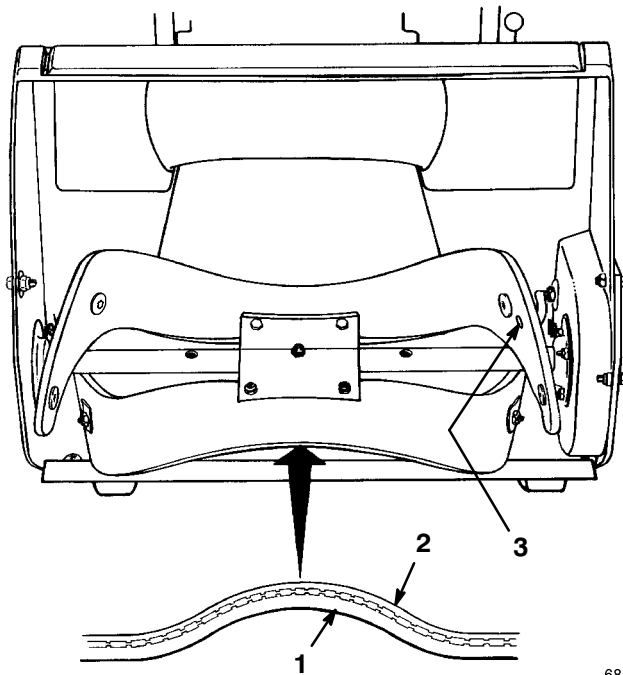

Figure 15
1. Examinez le bord de la pale neuve pour détecter la différence d'épaisseur (Fig. 15). Certaines pales portent un numéro de référence du côté épais.
Montez les pales en dirigeant la couche épaisse vers l'intérieur de la courbe. (Fig. 15). Si elles ne sont pas montées correctement, les pales risquent d'être déséquilibrées, ce qui fait "sauter" ou "rebondir" la déneigeuse.
4. Placez la tête des vis sur le côté épais (inférieur) de la pale (Fig. 15).